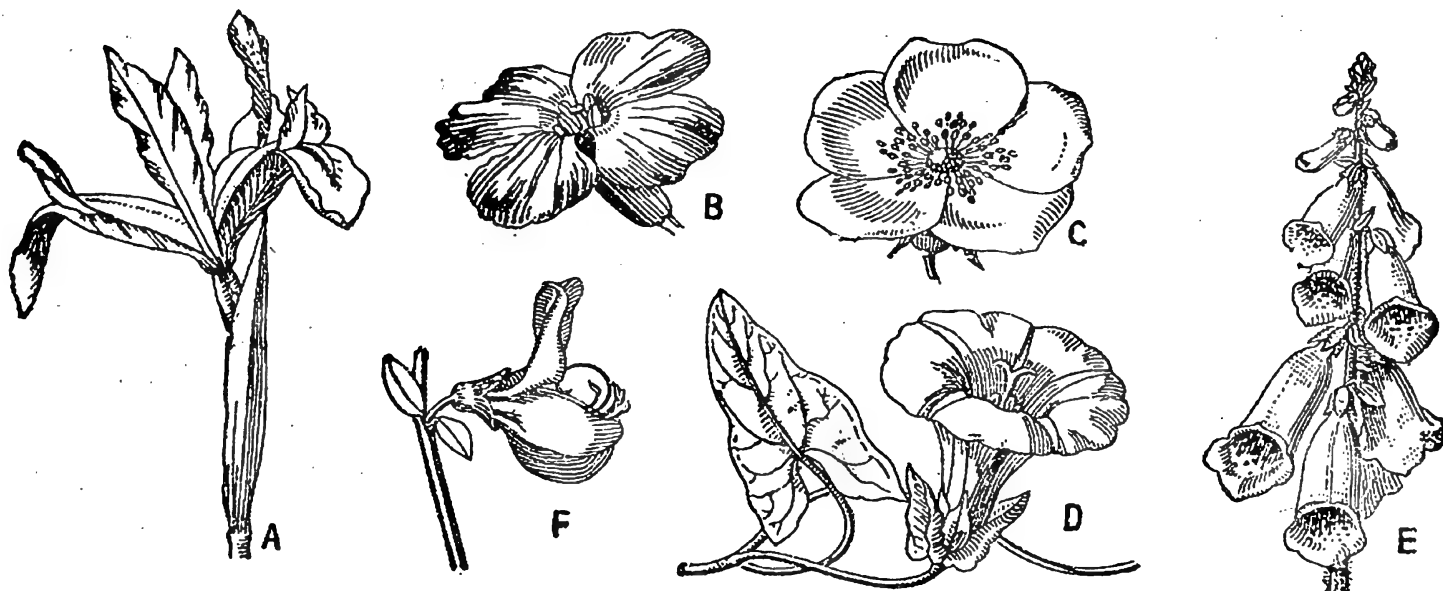

Fig. 3. — La corolle de quelques fleurs.
Le nombre des pétales est très variable : nous en comptons 3 dans la fleur d'iris (*fig. 3, A*), 4 dans la giroflée (*fig. 3, B*), 5 dans le bouton-d'or ou l'églantine (*fig. 3, C*).
Nous pouvons arracher les pétales un à un dans le bouton-d'or, tandis que dans le liseron (*fig. 3, D*), la digitale (*fig. 3, E*), ils sont soudés les uns aux autres et ne se distinguent que par les dents dessinées au bord de la corolle.
*genêt* (*fig. 3, F*) différent de forme et de taille, ce qui donne à la fleur l'aspect curieux d'un petit papillon.